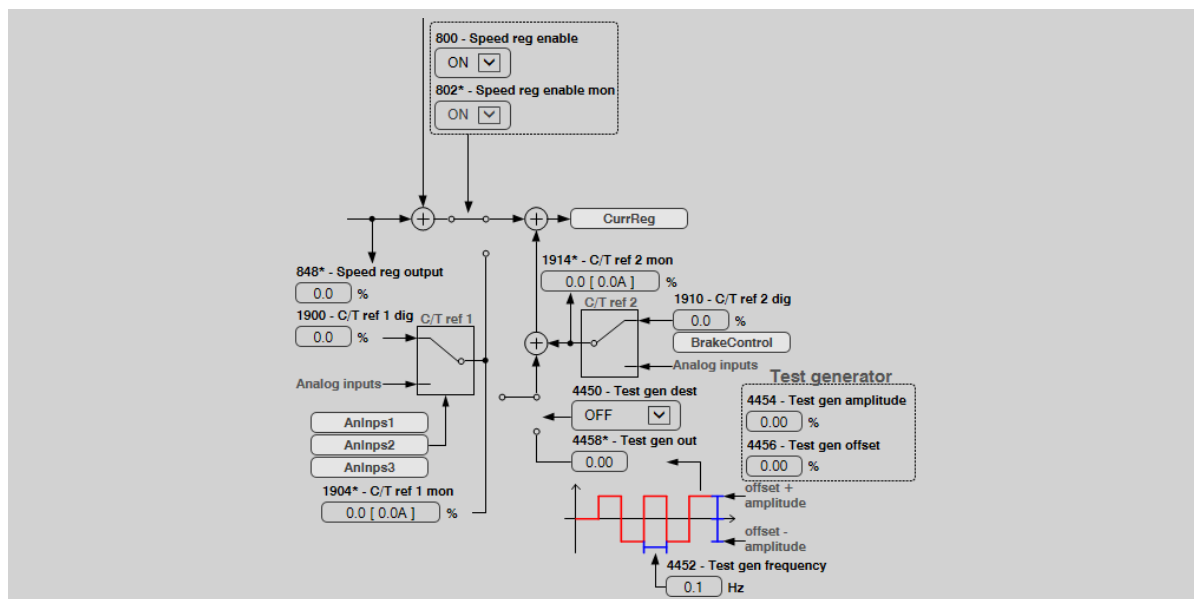

Figura 6-16: Schema generale dei riferimenti di corrente di armatura (Torque Reference diagram)
Il parametro **1020-Armature current ref** (menù **MONITOR**) rappresenta il riferimento di corrente di armatura complessivo in ingresso al regolatore di corrente (menù **CURRENT CONTROL**). Solo in condizioni di controllo di velocità disabilitato (IPA **800-Speed reg enable** = **OFF**) equivale alla somma dei due riferimenti di corrente (**C/T ref 1 mon** + **C/T ref 2 mon**), dopo l'abilitazione e l'applicazione del comando di Start, sebbene altri parametri applicabili in cascata possano determinare l'entità ed il segno del riferimento, come risulta dallo schema (vedi figura 6-16), tra cui: